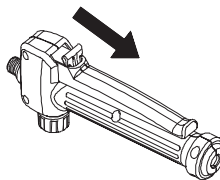

Figure 13
1. Pour le verrouillage, appuyez sur le levier pour abaisser et tirez le bouton de verrouillage vers arrière, puis relâchez le levier. En référence à la Figure 13.